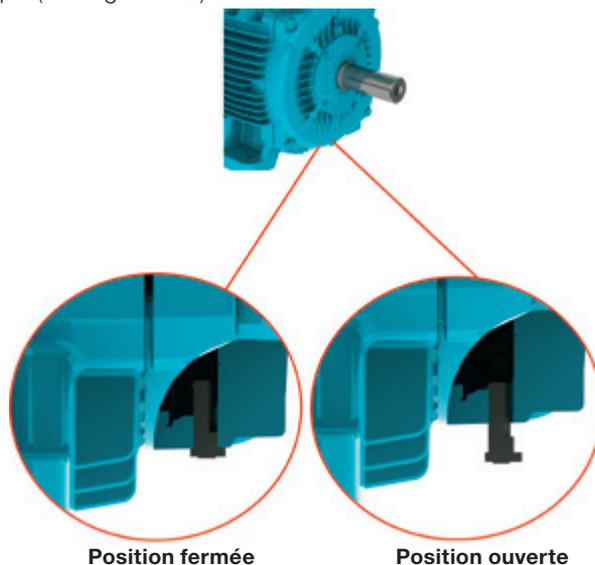

Figure 6.1 – Détail du bouchon de vidange en caoutchouc monté en position fermée et en position ouverte.
7. Trou de purge : le moteur doit toujours être placé de manière à ce que le trou de purge soit à la position la plus basse (S'il y a une flèche d'indication sur le drainage, ce dernier doit être installé de façon à ce que la flèche pointe vers le bas). Les moteurs fournis avec des bouchons de vidange en caoutchouc sortent d'usine en position fermée et doivent être ouverts périodiquement pour permettre la sortie des condensats. Pour les environnements avec des niveaux de condensats élevés et le moteur avec le degré de protection IP55, les bouchons de vidange peuvent être montés en position ouverte (voir la Figure 6.1). Pour les moteurs avec le degré de protection IP56, IP65 ou IP66, les bouchons de vidange doivent rester en position fermée (voir Figure 6.1). Il ne seront ouverts que lors des procédures de maintenance du moteur. Le système de drainage des moteurs dotés du système de lubrification à brouillard d'huile doit être connecté à un système collecteur spécifique (voir Figure 6.12).